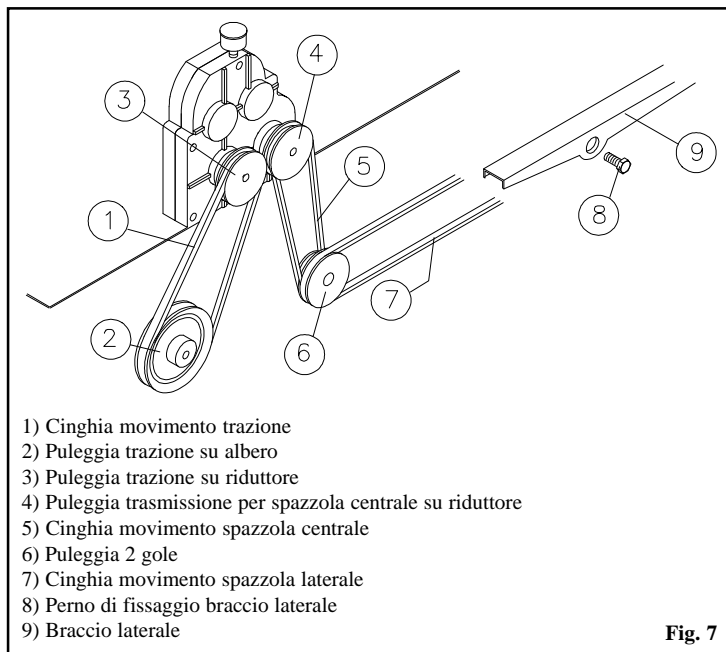

Fig. 7
- Togliere la cinghia **pos. 7 Fig. 7** dalla gola della puleggia **pos. 6 Fig. 7**.
- Togliere la cinghia **pos. 5 Fig. 7** dalla gola delle puleggie **pos. 4 e 6 Fig. 7**.
- Riposizionare la cinghia **pos. 7 Fig. 7** nella puleggia **pos. 6 Fig. 7**.
- Togliere la cinghia **pos. 7 Fig. 7** dalla puleggia **pos. 6 Fig. 7**.
- Svitare il perno di fissaggio **pos. 8 Fig. 7** e fare uscire i ganci del braccio laterale **pos. 9 Fig. 7** dall'anello dentato folle.
- Togliere la cinghia **pos. 7** dal braccio laterale **pos. 9 Fig. 7**.
- Riagganciare il braccio laterale **pos. 9 Fig. 7** all'anello dentato folle.
- Riavvitare il perno **pos. 8 Fig. 7**.
- Infilare la cinghia **pos. 7 Fig. 7** nella puleggia **pos. 6 Fig. 7**.
- Svitare la vite di fermo della puleggia **pos. 4 Fig. 7** ed estrarla dall'albero del riduttore facendo attenzione a non perdere la chiavetta.
- Svitare la vite di fermo della puleggia **pos. 3 Fig. 7** ed estrarla dall'albero del riduttore facendo attenzione a non perdere la chiavetta.
- Togliere la cinghia **pos. 1 Fig. 7**.
- Infilare la cinghia nuova sulla puleggia **pos. 2 Fig. 7**.
- Montare sul riduttore la puleggia **pos. 3 Fig. 7** con la cinghia già posizionata nella sua gola.